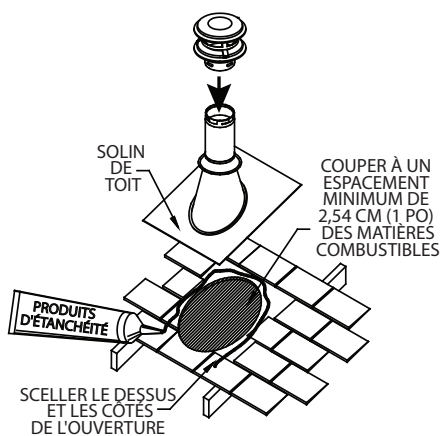

Figure 7
H. Après vous être aligné pour le trou dans le toit, en utilisant la même méthode que 2. (B), découper un trou rond ou carré dans le toit (**Figure 7**). Toujours découper le trou avec